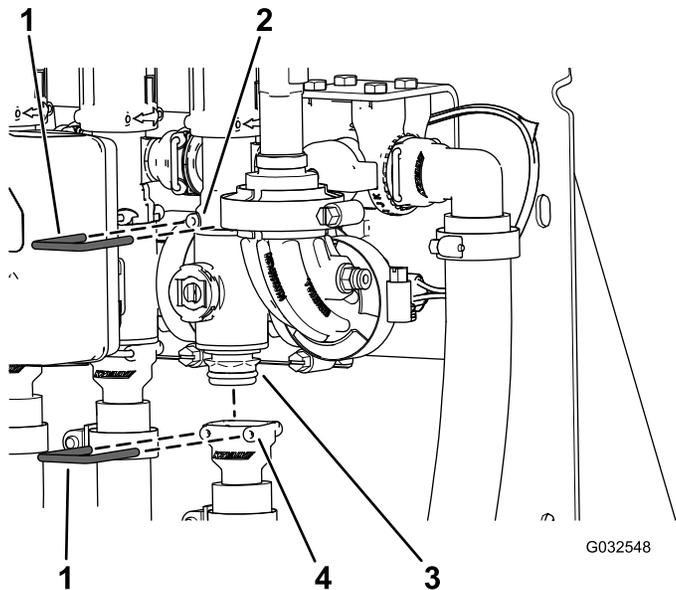

图109
- 2. 取下将喷洒臂段阀歧管固定至旁通阀接头的卡环（图109）。